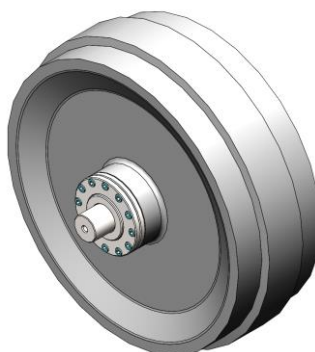

Рисунок 5.151. Внешний осмотр натяжного колеса
- Выполнить визуальный осмотр (рис. 5.151). Не допускается течь масла из-под опорных крышек.